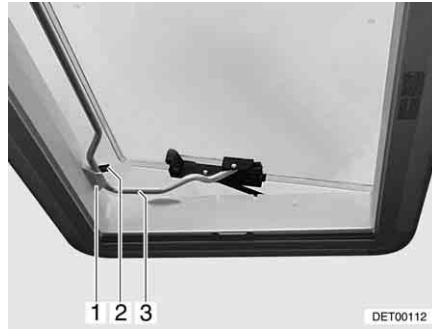

Bild 66 Heki-takluckan i ventilationsläge 2
- Sätt in bygeln (Bild 66,3) i hållaren (Bild 66,1).
- Ställ spaken (Bild 66,2) över bygeln.